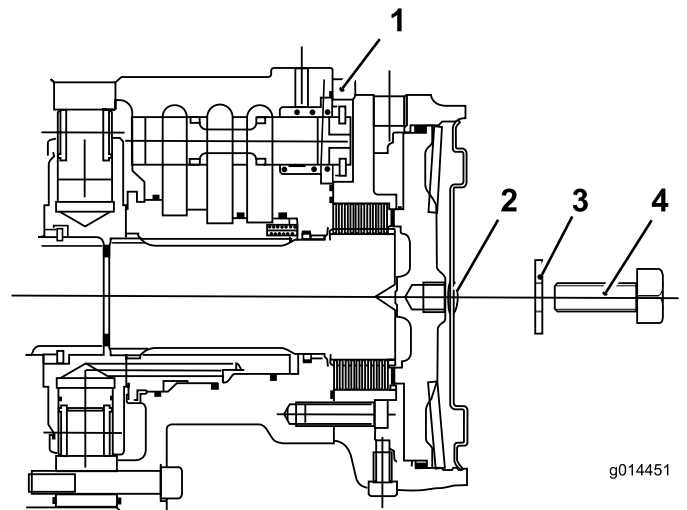

**Figura 33**
6. En el conjunto de freno del motor de la rueda delantera derecha, retire el tapón hexagonal (Figura 33).